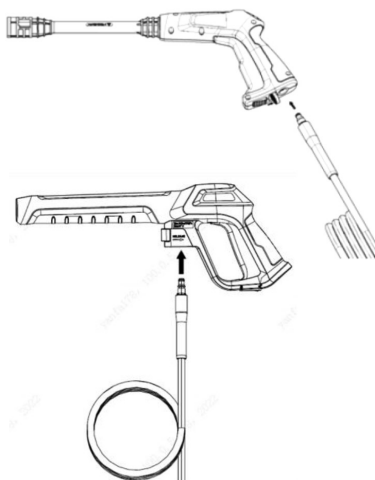

Рис. 5
4. Подсоедините шланг высокого давления к пистолету (рис. 5).